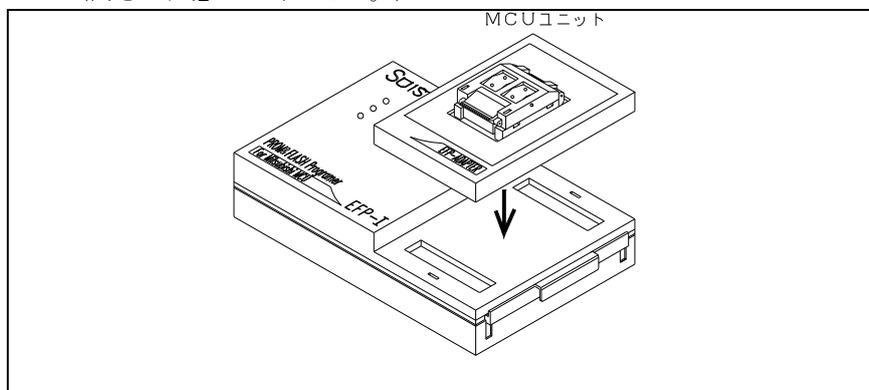

図3.1 MCUユニット取り付け方法
- ③MCUユニットの取り付け方法を図3.1に示します。
- ①ICソケットに触れないようにMCUユニットを取り付けてください。